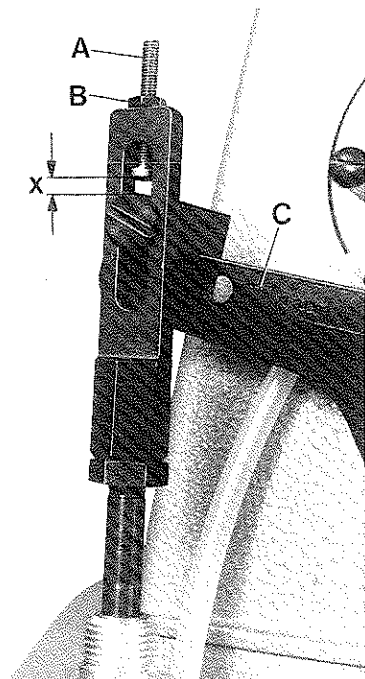

Fig. 30
Set the pneumatic presser foot lifter so that the presser foot lifts 4 to 4,5 mm (5/32 to 3/16 in.). With adjusting screw (A, Fig. 30) the presser foot lifting can be changed. Loosen lock nut (B) and turn adjusting screw (A) down to increase the presser foot lifting or up to decrease it. Retighten lock nut (B).
The end play (X, Fig. 30) of presser foot lifter lever (C) should be at least 1 mm (3/64 in.) before the presser foot starts lifting.
Mit der Einstellschraube (A, Fig. 30) kann das Anheben des Drückerfußes verändert werden. Lösen Sie die Feststellschraube (B) und drehen Sie die Einstellschraube (A) nach unten um das Anheben des Drückerfußes zu vergrößern oder nach oben, um es zu verkleinern. Ziehen Sie die Feststellschraube (B) wieder an.
Das Spiel (X, Fig. 30) des Drückerfußlifterhebels (C) muß mindestens 1 mm betragen bevor der Drückerfuß anzuheben beginnt.